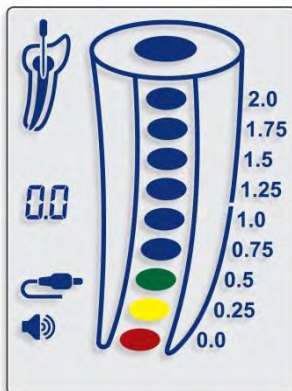

Fig. 10
- 7.4.12. Il raggiungimento del forame apicale (0.0) è indicato da un segmento di colore rosso all'interno dell'immagine del canale radicolare (Fig. 10) e da un segnale audio costante.